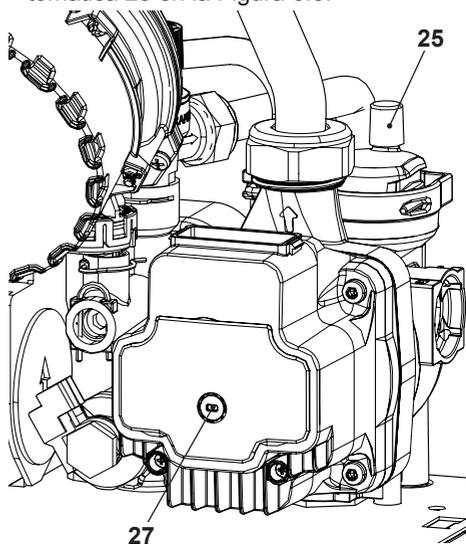

Figura 6.3
- Afloje el tapón de la válvula de purga automática 25 en la Figura 6.3.
- Quite el tapón 27 de la Figura 6.3 y desbloquee la bomba girando el rodete con un destornillador.